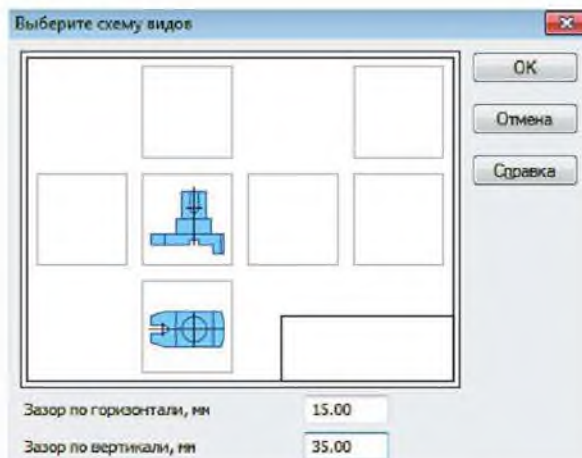

Рисунок 12.20 Выбор схемы видов
3. В окне выбора схемы видов включить главный вид и вид сверху, установить значение зазора по вертикали 35 мм (рисунок 12.20), нажать ОК. Если требуется показать невидимые линии, то во вкладке *Линии* выбрать режим *Показывать* .